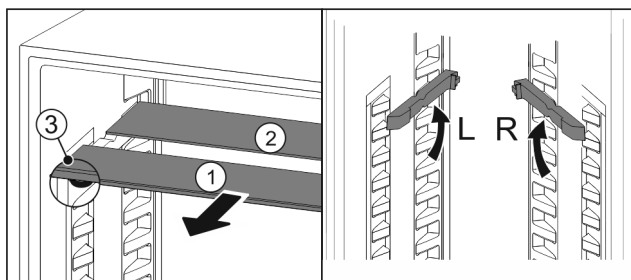

Fig. 70
- ▶ Dra ut Fig. 70 (1) glashyllorna framåt en i taget.
- ▷ Glashyllan Fig. 70 (1) med dekorlisten ligger längst fram.
- ▷ Stoppklackarna Fig. 70 (3) är vända nedåt.